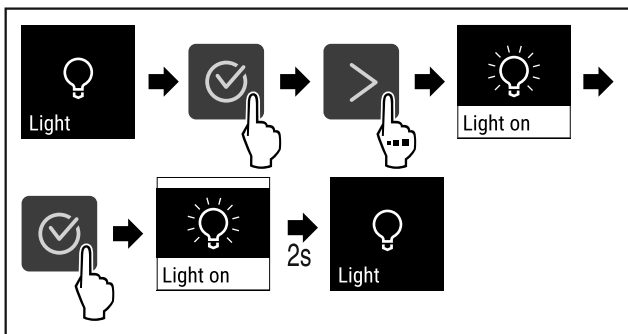

Fig. 69
▶ Kryeni hapat e veprimit (shihni Fig. 69).